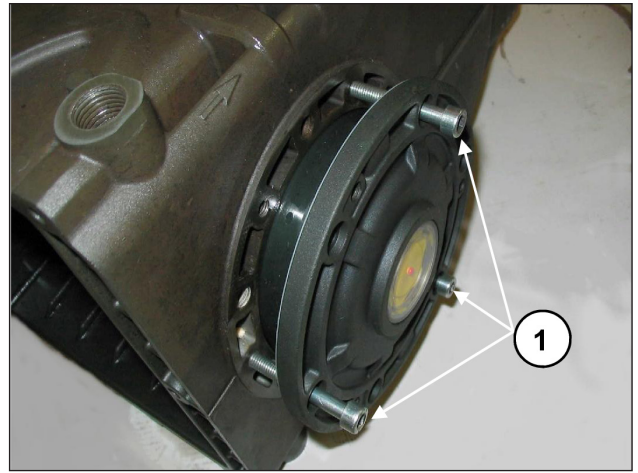

Fig. 8
Avant de monter les couvercles latéraux, s'assurer de la présence des joints toriques d'étanchéité et des bagues d'appui uniquement sur le couvercle côté voyant. Pour faciliter l'insertion du premier tronçon et donc l'insertion des couvercles sur le carter, il est conseillé d'utiliser 3 vis M6 x 40 partiellement filetées (Fig. 8, rep. ①) pour ensuite compléter l'opération avec les vis fournies (M6x16).
Pour l'assemblage des deux couvercles latéraux au carter, on peut utiliser 3 vis M6x40 pour une première phase d'orientation, comme préalablement indiqué (Fig. 8), et les vis prévues pour la fixation finale.